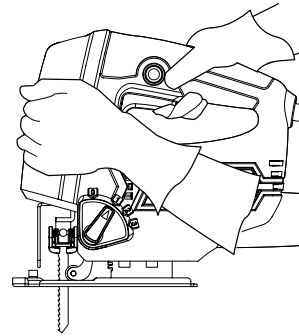

Fig. 14
- > Tenez l'appareil en plaçant une main sur la poignée [4], et l'autre main sur la surface de prise [21]. N'essayez jamais d'utiliser le produit avec une seule main ! Ne mettez pas vos mains sous la pièce à découper (Fig. 14).